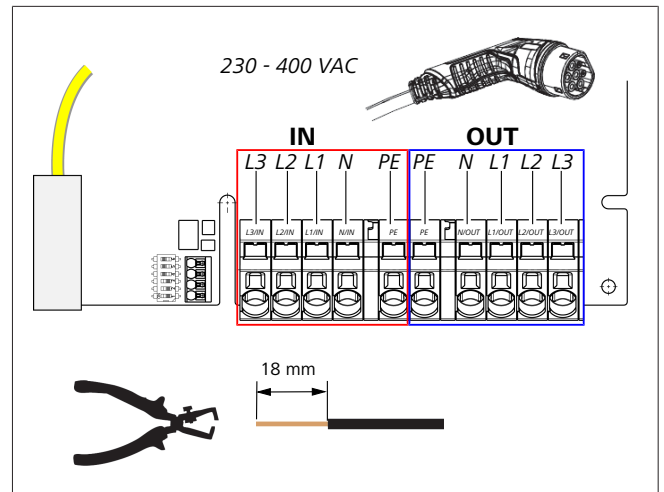

Fig. 8
9. Cu ajutorul șurubelniței drepte (3,5 mm) conectați capetele individuale ale cablului conform indicației din imaginea (Fig. 8) de pe regleta de conexiuni stângă cu inscripția „IN”.